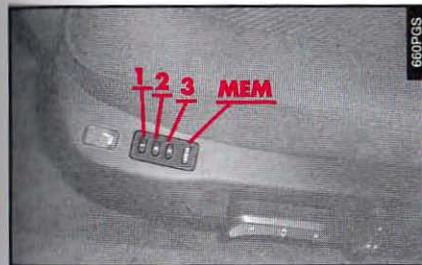

fig. 31
Memorisation des positions du siège conducteur (fig. 31)
2) Appuyer simultanément pendant environ 1 seconde sur le bouton (**MEM-fig. 31**) et l'un des boutons (**1**), (**2**), ou (**3**), correspondant chacun à une position mémorisable.